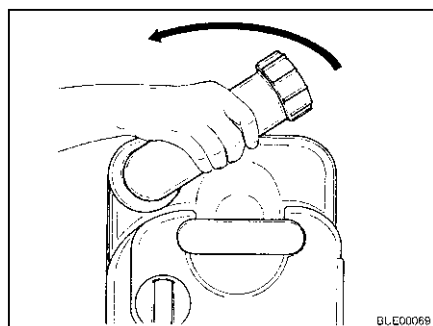

Fig. 153 Ruotare il bocchettone di scarico
- Ruotare il bocchettone di scarico verso l'alto (Fig. 153).